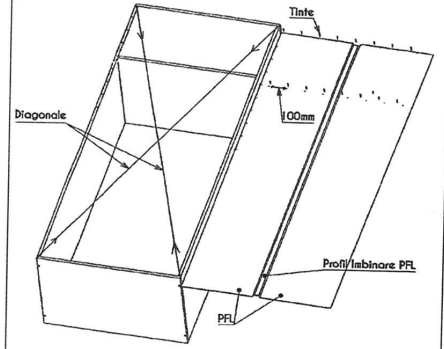

Fig. 4
8. Se prinde glisiera de polita de tastatura (542x300) ca in Fig.4 (se vor folosi Holzsuruburi 3,5x16) si se aseaza pe pozitie.